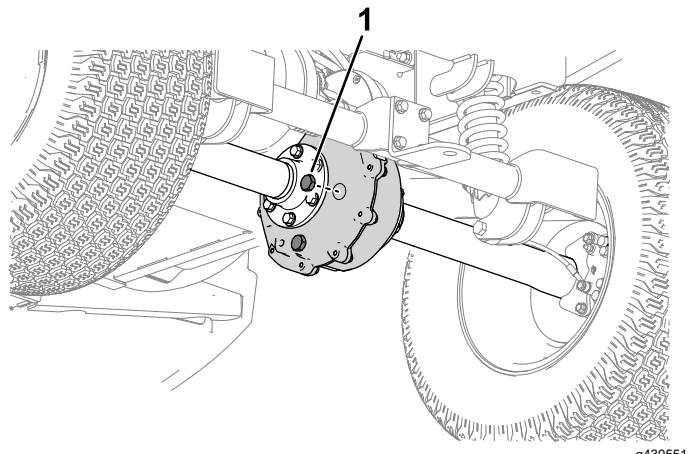

Bild 46
- 2. Wenn der Ölstand niedrig ist, nehmen Sie die Füllschraube ab und füllen Sie die angegebene Ölsorte wie unter [Wechseln des Getriebeöls \(Seite 39\) angegeben] ein, bis das Öl aus dem Loch ausläuft (Bild 46).
- Entfernen Sie die Füllschraube am Getriebe (Bild 46).